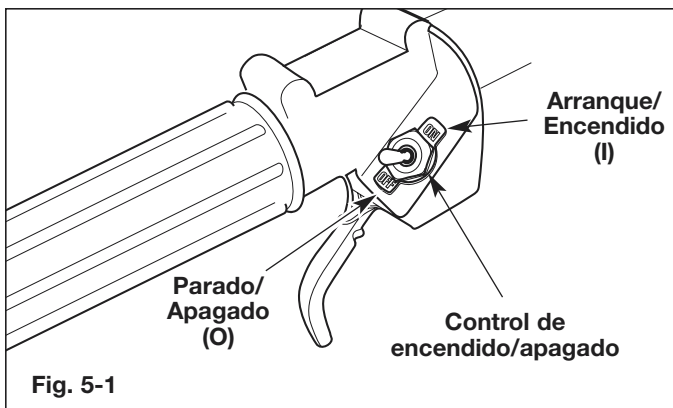
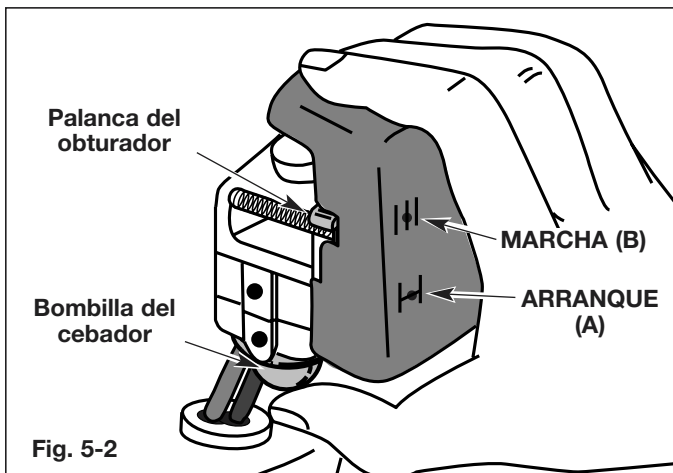

Fig. 5-1
Fig. 5-2
2. Ponga el Control de encendido y apagado en la posición **Arranque [I]** (Fig. 5-1).
3. Apriete y libere completamente la bombilla del cebador lentamente 5 a 7 veces. Se deberá sentir y ver el combustible en la bombilla (Fig. 5-2). Si no ha ingresado combustible en la bombilla, oprima tres veces más, o hasta que ingrese.
4. Ponga la manija del obturador en la posición **ARRANQUE (A)** (Fig. 5-2).
6. Coloque la manija del obturador en la posición **MARCHA (B)** (Fig. 5-2).
9. Apriete el control del regulador para calentar el motor durante 5 a 10 segundos. Coloque la manija del obturador en la posición **MARCHA (B)** (Fig. 5-2).
NOTA: Usar el obturador es innecesario cuando se hace arrancar un motor caliente. Ponga el Control de encendido y apagado en la posición **ARRANQUE (I)** (Fig. 5-1), y la manija del obturador en la posición **MARCHA (B)** (Fig. 5-2).
2. Para apagar el motor, ponga el Control de encendido y apagado en la posición **PARADO [O]** (Fig. 5-1).